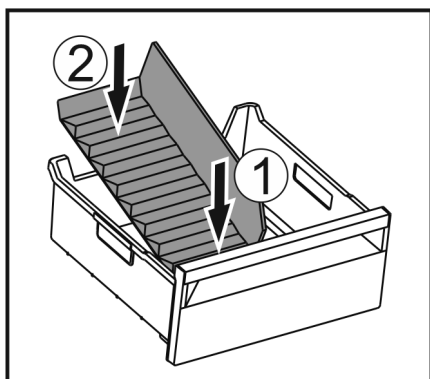

Fig. 145
- Vorderen Teil des Eisfach-Trenners einsetzen. Fig. 145 (1)
- Hinteren Teil des Eisfach-Trenners bis zum Schubfachboden absenken. Fig. 145 (2)